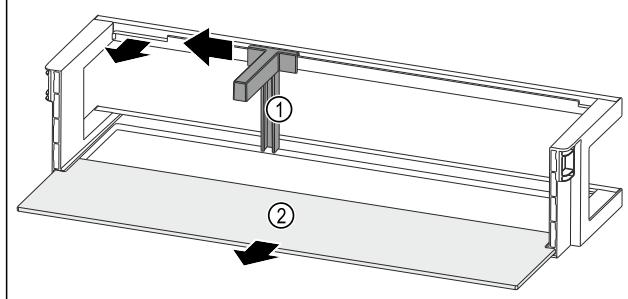

Fig. 96 Рафт на врата с преграда за бутилки и рафт
- ▶ Плъзнете преградата за бутилки Fig. 96 (1) настрани до прореза.
- ▶ Свалете преградата за бутилки Fig. 96 (1).
- ▶ Свалете рафта Fig. 96 (2).